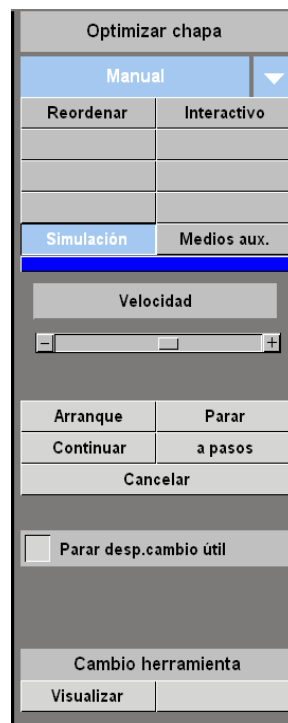

Figura 41: Simulación.
4.5.3.5.2.Simulación: Una vez definidos estos parámetros y optimizado, tenemos una opción, simulación, donde vemos en qué orden se van a realizar los troquelados, las reposiciones y los cambios de herramientas, según aparece en la figura 41.